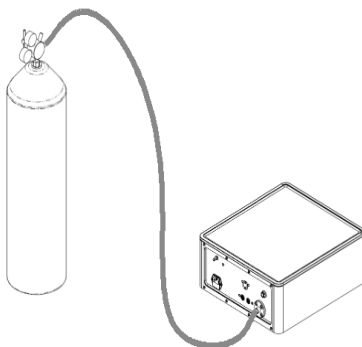

Рис. 4-3 Подсоединение инсuffлятора к стальному баллону через редукционный клапан
4. Убедитесь, что инсуфлятор и баллон с CO_2 правильно подсоединены, и медленно откройте клапан газового баллона. См. Рис. 4-3.